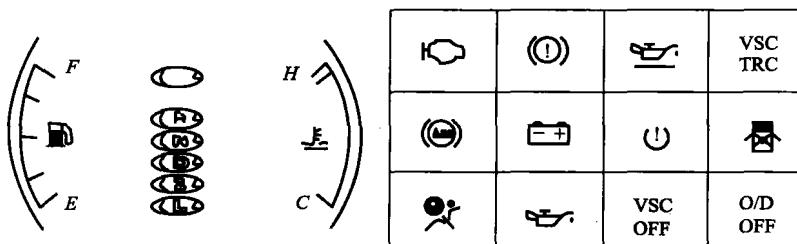

图 1-1-1 轿车仪表检查基本内容
(1) 仪表指示状态检查。观察仪表指示状态是确定汽车现状的基本方法，如图 1-1-1 所示，检查包括以下内容：